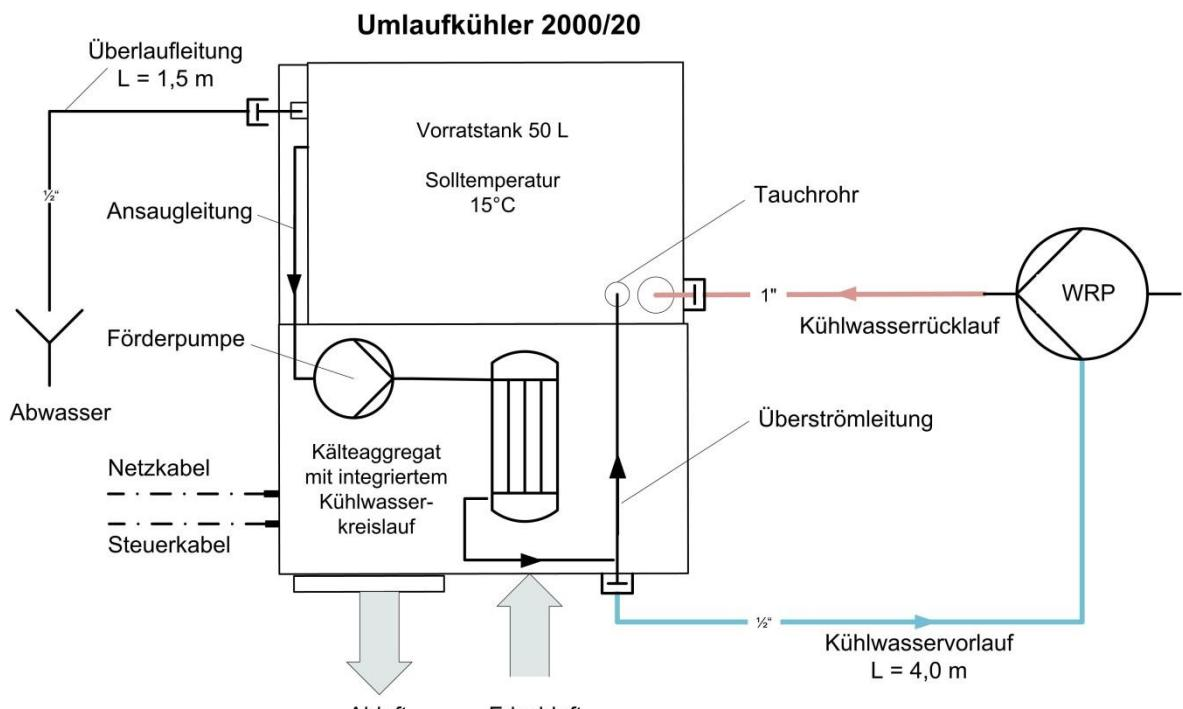

Abb. 4: Anschlusschema Umlaufkühler 2000/20
- ◆ Schließen Sie die Schlauchleitungen für Kühlwasservorlauf, Kühlwasserrücklauf und Überlauf gemäß Abb. 4: an.
⁵ Im Falle der Abb. 4 handelt es sich um eine WRP
Beim Anschließen wird der Umlaufkühler gemäß nachstehender Abb. 4: mit dem zu kühlenden Aggregat verbunden.